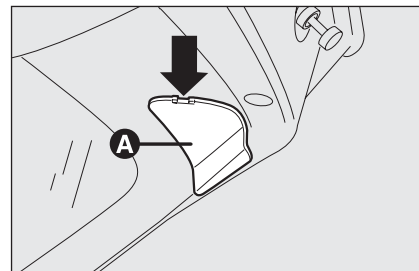

fig. 31
- ☐ quitar la tapa **A-fig.31** interviniendo con un destornillador en el punto que indica la flecha;
- ☐ vuelva a cerrar la tapa **A-fig. 31**.
- ☐ quite la tapa **A-fig. 31** interviniendo en el punto indicado por la flecha;
- ☐ vuelva a colocar el grupo portalámparas fijándolo correctamente en su posición mediante las lengüetas de fijación **B-fig. 31**;